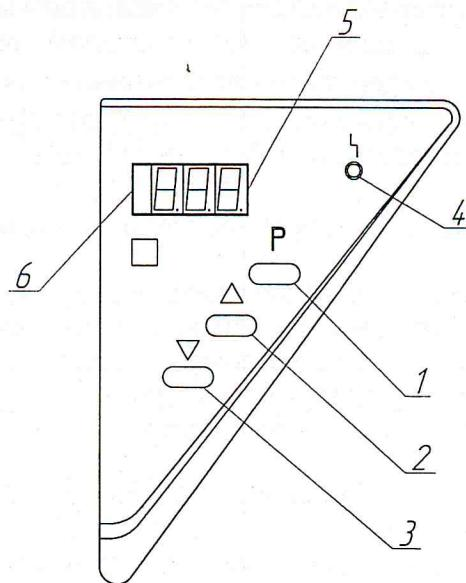
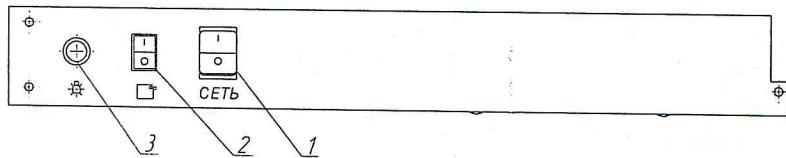

Рисунок 2. Расположение органов управления термостатом на блоке управления.
Рисунок 3. Расположение органов управления термостатом на силовой панели.
Блок управления (рис.2) предназначен для автоматического управления процессом терmostатирования в термостате.
Нажать на клавишу "СЕТЬ" (поз.1 рис.3) при этом на дисплее панели управления (поз.5 рис. 2) высвечивается температура внутри камеры термостата.
Для просмотра значения установленной температуры нажмите кнопку "Р" (поз.1 рис.2), при этом блок управления перейдет в режим индикации установленной пользователем температуры.
Корректировка требуемой температуры осуществляется следующим образом: нажатием на кнопку "Р" переводим блок управления в режим индикации установленной пользователем температуры. Для корректировки этой температуры использовать кнопки "Δ" – увеличение и "∇" – уменьшение (поз.2,поз.3 рис.2) соответственно. Для сохранения откорректированной температуры нажмите на кнопку "Р".
При необходимости можно включить освещение камеры (кнопка поз.3 рис.3), включить/выключить вентилятор кнопкой (поз.2 рис.3). При выключенном вентиляторе (положение "О"), необходимо учитывать, что точность поддержания температуры ухудшается.
Индикатор (поз.6 рис.2) сигнализирует о включении нагревателя.
2.3.2 Нажать на клавишу "Сеть" (поз.1 рис.3), при этом на дисплее высветится текущая температура внутри камеры.
2.3.4 По окончании работы термостат выключить нажатием на клавишу "СЕТЬ" (поз.1, рис.3).